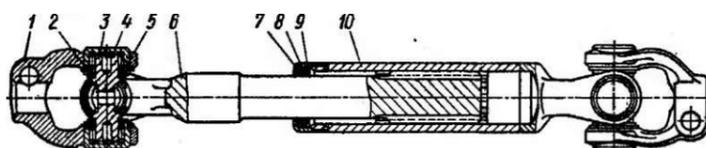

Рис. 91. Карданный вал рулевого управления:
**Карданный вал** (рис. 91) имеет два шарнира на игольчатых подшипниках 4. Для защиты подшипников от грязи и влаги служат уплотнительные кольца 5. Скользящее шлицевое соединение карданного вала обеспечивает возможность изменения расстояния между шарнирами при опрокидывании кабины, а также служит для компенсации неточностей размеров при установке кабины с рулевой колонкой относительно рамы с рулевым механизмом и взаимных перемещений при движении автомобиля. - Вилки карданного вала крепятся клиньями.